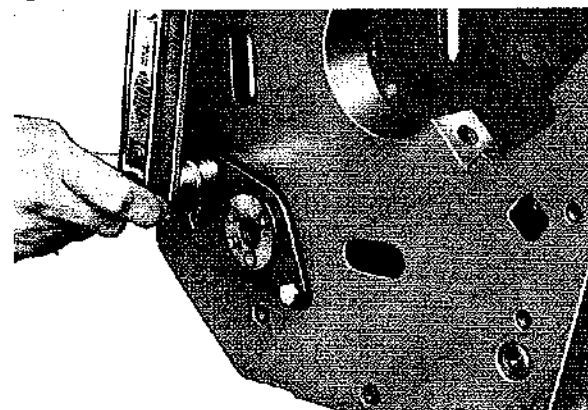

Fig. 21
- Montare la flangia di tenuta e serrare le viti a **3 kgm** (Fig. 21).